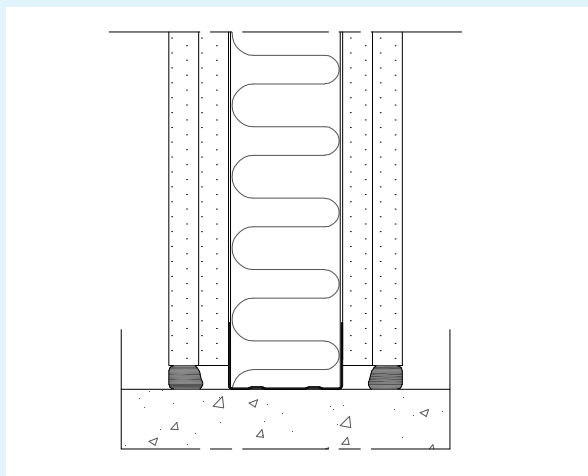

Fig. 10 Étanchéité pour acoustique (KM)
**En cloison distributive KM (fig. 10) :**